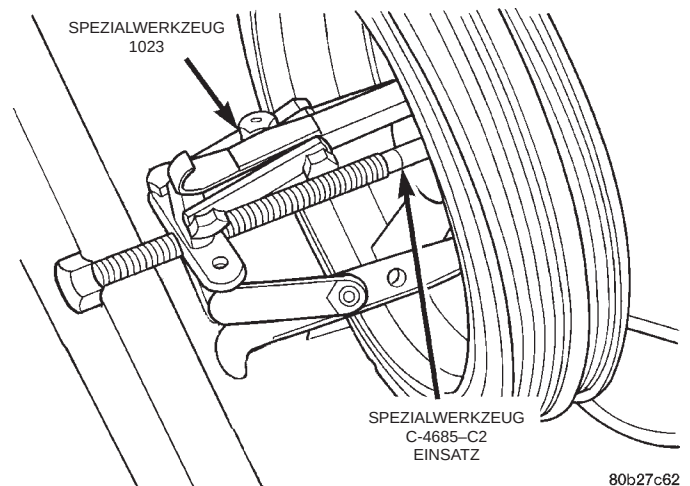

Abb. 31 Schwingungsdämpfer/Kurbelwelle ausbauen
- (6) Mit Abzieher 1023 und Einsatz C-4685-C2 den Schwingungsdämpfer/Kurbelwelle ausbauen (Abb. 31).